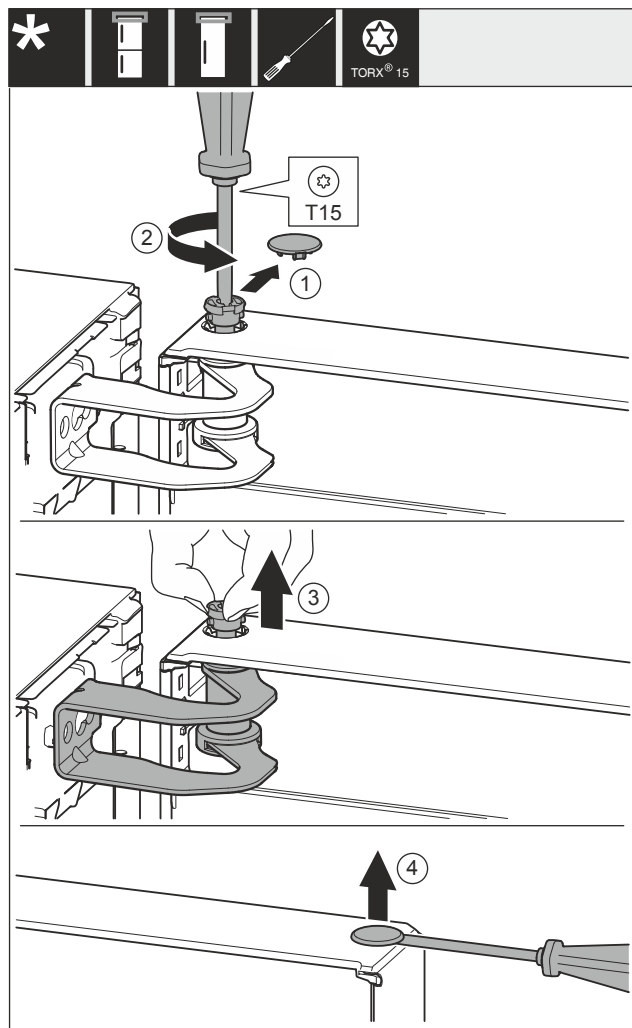

Fig. 8
- Noņemiet pārsegu Fig. 8 (1) uzmanīgi.
- Izskrūvējiet mazliet tapu Fig. 8 (2) ar skrūvgriezi.
- Izvelciet ar pirkstiem tapu Fig. 8 (3).
- Paceliet uzmanīgi ar skrūvgriezi un noņemiet pārsegu Fig. 8 (4).